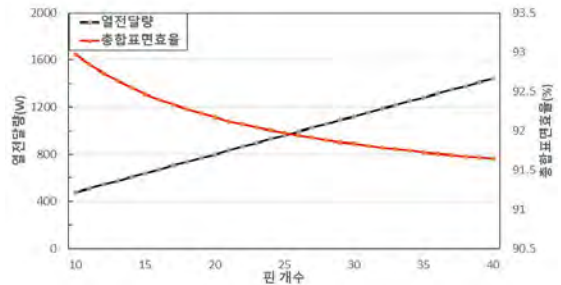

Fig. 2 Heat transfer and total surface efficiency
냉각핀이 없을 때와 비교하여 식(1)을 이용해 핀 유용도를 계산했을 때, 2 이상의 값으로서 효율성을 가짐을 확인하였다. 총합표면효율 및 열전달량은 식(2)와 (3)을 활용하여 계산하였으며 Fig. 2를 통해 91.5% 이상의 총합표면효율을 가진다. 또한, 브레이크 디스크 냉각핀이 없을 때의 열전달량인 161.5W와 비교하여 2~10배의 차이를 보인다.